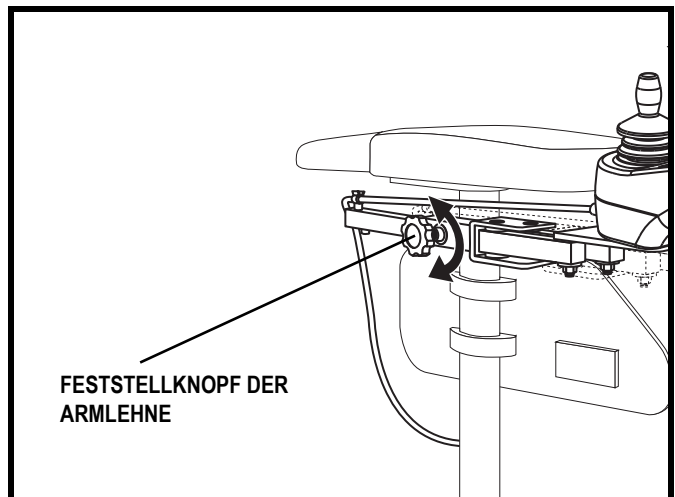

Abb. 17. Einstellung der minimalen Höhe der Armlehne
1. Lösen Sie den Feststellknopf der Armlehne, indem Sie ihn gegen den Uhrzeigersinn drehen. **Siehe Abb. 17.**